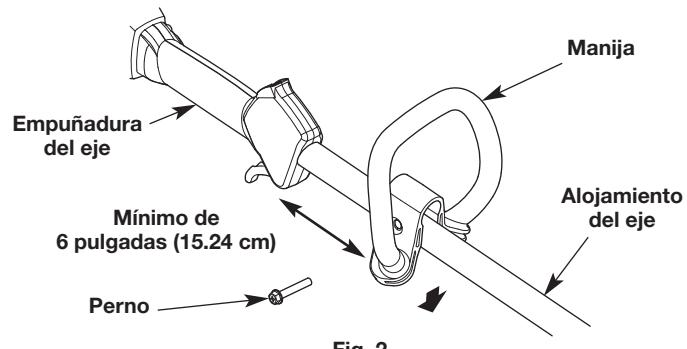

Fig. 2
1. Oprima la manija hacia abajo sobre el alojamiento del eje (Fig. 2). El orificio del perno de la manija debe quedar a la derecha.
2. Inserte el perno en el orificio del perno y oprímalo para que pase a través de él (Fig. 2). Apriete el perno con una llave tubular de 3/8" pero no apriete por completo.
3. Mientras sujetla la unidad en la posición de funcionamiento (Fig. 7), desplace la manija hasta la ubicación que le ofrece el mejor agarre. Ubíquela como mínimo a 6 pulgadas (15.24 cm) del extremo de la empuñadura del eje (Fig. 2).
1. Afloje el perno con una tubular de 3/8" (Fig. 2).
2. Mientras sujetla la unidad en la posición de funcionamiento (Fig. 7), desplace la manija hasta la ubicación que le ofrece el mejor agarre. Ubíquela como mínimo a 6 pulgadas (15.24 cm) del extremo de la empuñadura del eje (Fig. 2).